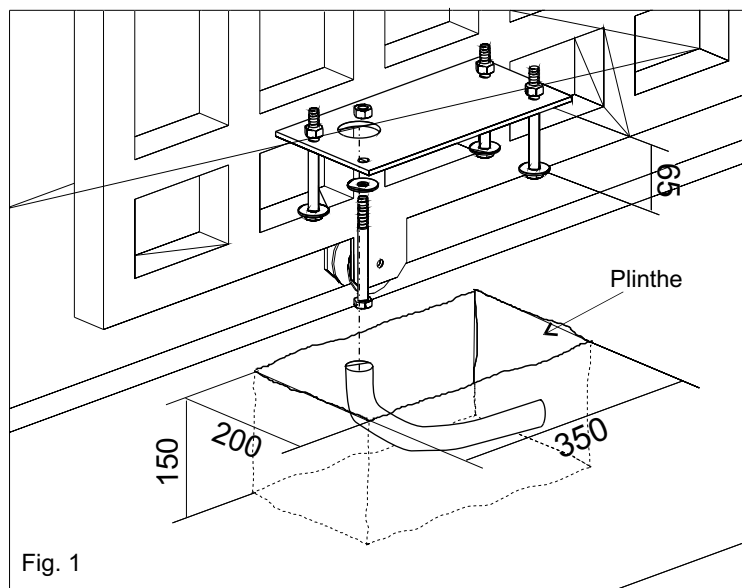

Fig. 1
2.1. Prévoir, en se basant sur les mesures reportées dans fig. 1, une petite place de béton où sera murée la plaque de fondation et les boulons d'ancrage.